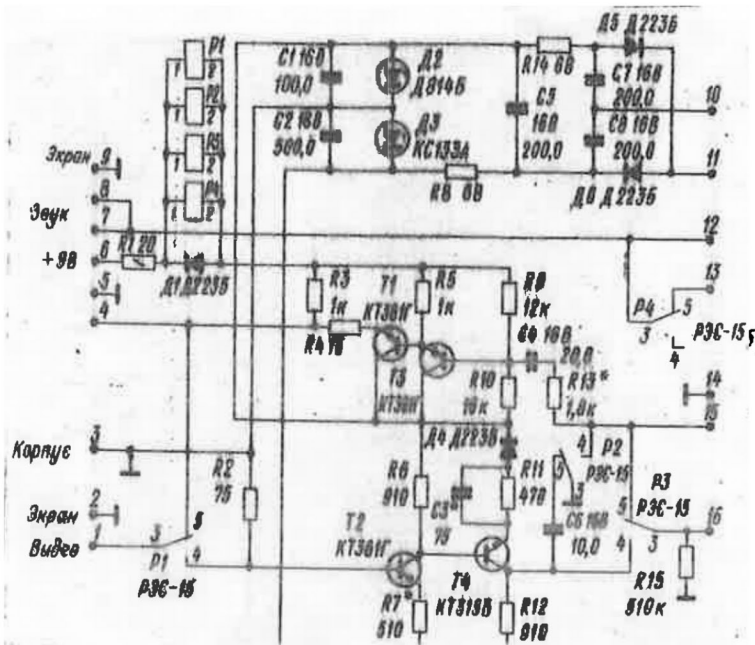

Рис. 10 . Принципиальная схема согласующего устройства
С выхода согласующего устройства (контакт 4, рис.10) видеосигнал размахом 1В через разъем СГ-5 поступает на вход видеоманитофона.
Звуковой сигнал с выхода частотного дискриминатора платы звука телеприемника поступает на контакт 13 (рис.10) согласующего устройства.
Видеосигнал размахом 1В, фиксированный относительно "земли" по уровню сигналов синхронизации приемника, с видеоманитофона поступает на вход канала воспроизведения согласующего устройства (транзисторы Т3, Т4, контакт 1, рис.10);
- измерить с помощью осциллографа размах видеосигнала на выходных контактах 4 и 5 согласующего устройства (рис. 10); размах должен составлять $1 \pm 0,2$ В; если же размах отличается от указанной величины, необходимо подстроечным резистором R13 добиться требуемой величины видеосигнала;